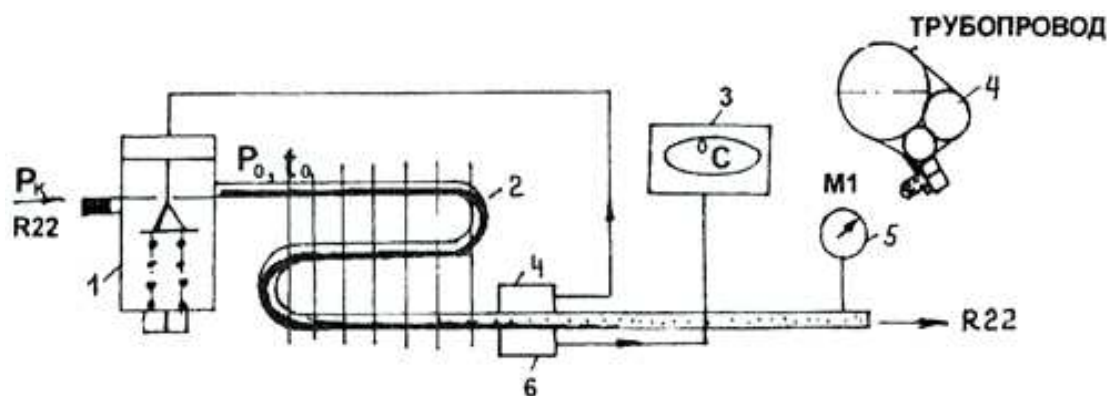

Рис. 3. Схема метода регулировки ТРВ:
Рекомендуется следующий метод регулировки. Дополнительно на выходе трубопровода из прибора охлаждения помимо манометра (5) устанавливается электронный термометр (3), датчик (6) которого крепится к термобаллону (4) ТРВ, как показано на рис. 3.